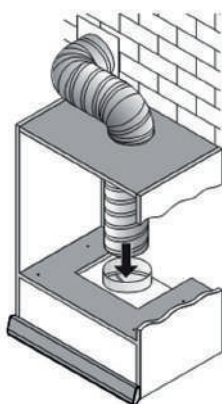

Рис. 4
4. Соедините воздухопровод с адаптером вытяжки. (Рис. 4) Выведите другой конец воздухопровода в вентиляционный канал или шахту.